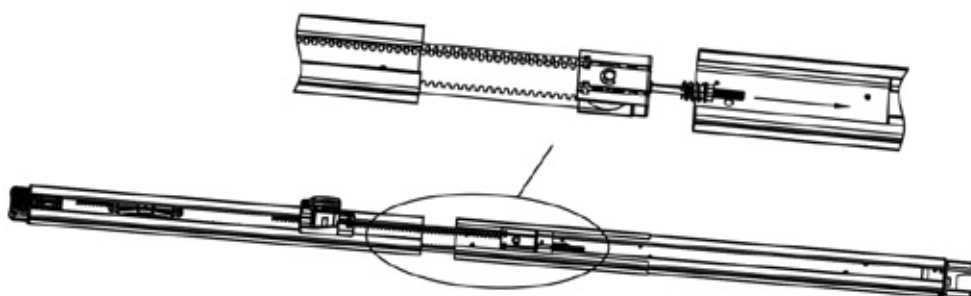

Fig. 2
•**Selon la Fig. 2, installez l'embrayage**,
Vérifiez que le capteur infrarouge connecté est bien piloté par un faisceau photo à impulsion, et que le câblage correspond à la Figure 2.